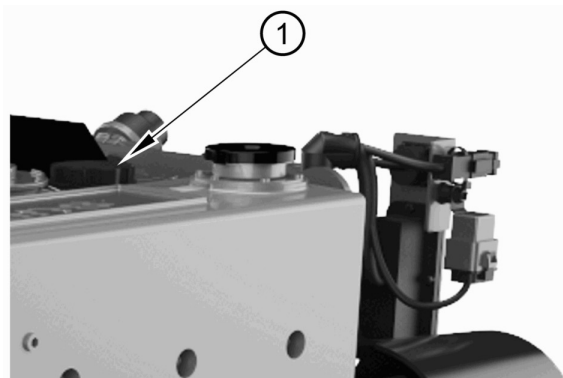
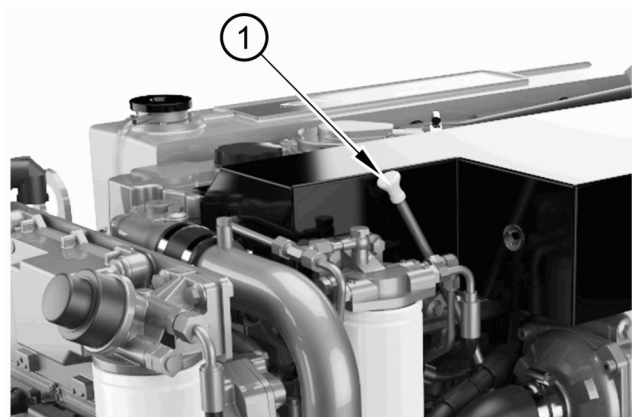

Figure 19
Figure 20
3. Nettoyez la surface autour du bouchon de remplissage en haut du cache-culbuteurs. Retirez le bouchon (Figure 19, repère 1) et versez lentement environ 15 litres d'huile de graissage propre et fraîche de spécification approuvée dans le moteur. Donnez le temps à l'huile de circuler jusqu'au carter. Retirez la jauge (Figure 20, repère 1) et vérifiez que le niveau d'huile atteint le repère maximum. Ne dépassez jamais le repère maximum sur la jauge de niveau. Posez le bouchon de remplissage et vérifiez que la jauge est insérée correctement dans le tube.